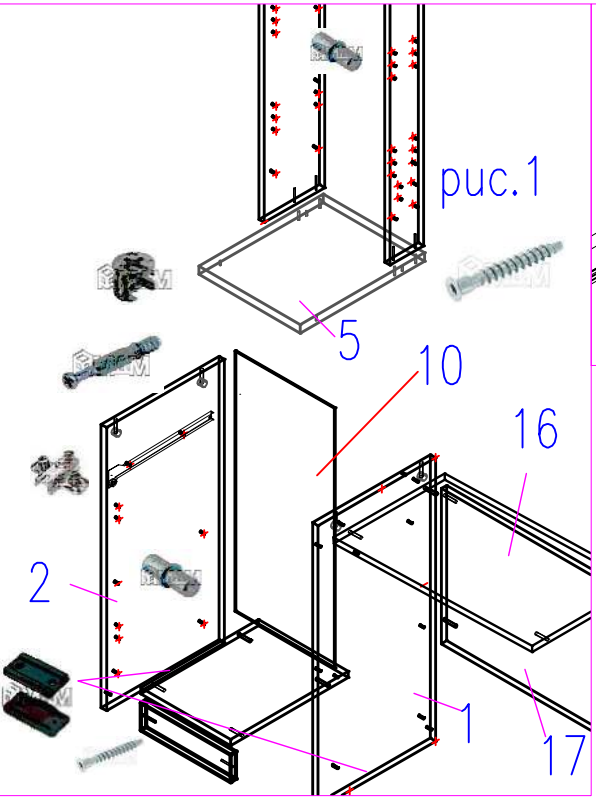

рис.1
1.	На торцы деталей 1,2,3,4 согласно схемы сборки установить подпятники Ф №1( рис.1)
2.	На посадочные места дет.2, 3,18,21 установить монтажные планки Ф .№6( рис.1)
16.	В посадочные места дет.1,2,3,4,18,19,20,21 установить полкодержатели Ф №5( рис.1). Установить полки дет.6,24.